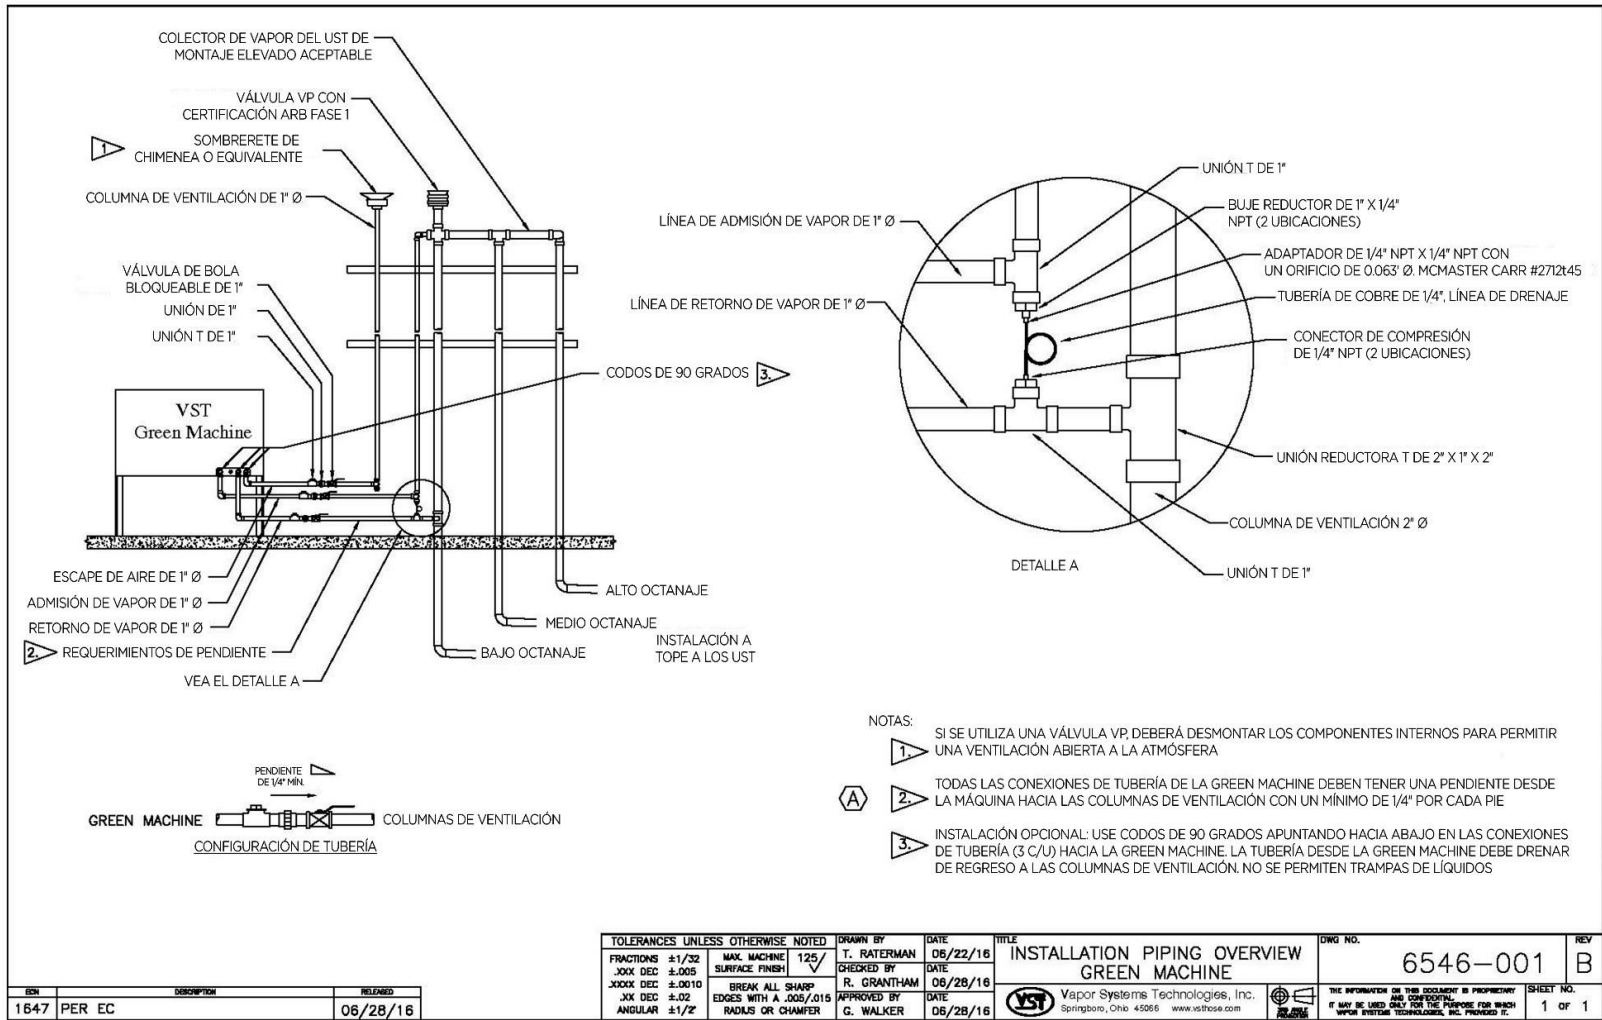

Figura 7-4: Esquema de la tubería de vapores de la GREEN MACHINE
2. En la GREEN MACHINE, asegúrese de que se hayan retirado los bloqueos de las tres válvulas de bola, las tres válvulas estén cerradas y las tapas de las tres conexiones en T se hayan retirado. **Vea la figura 7-4.**